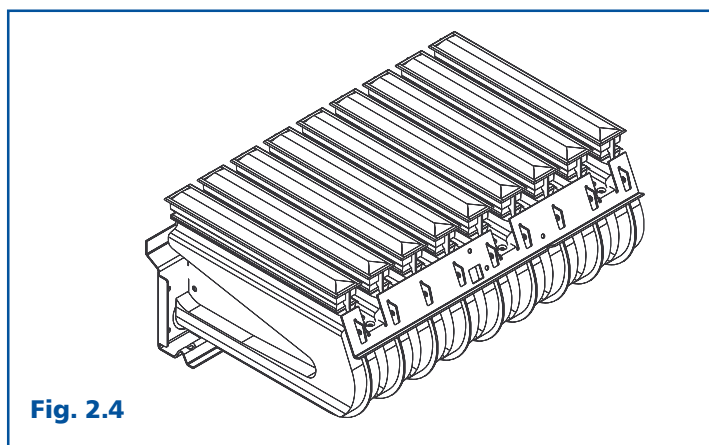

Fig. 2.4
2.3 Bruciatore principale (Fig. 2.4)